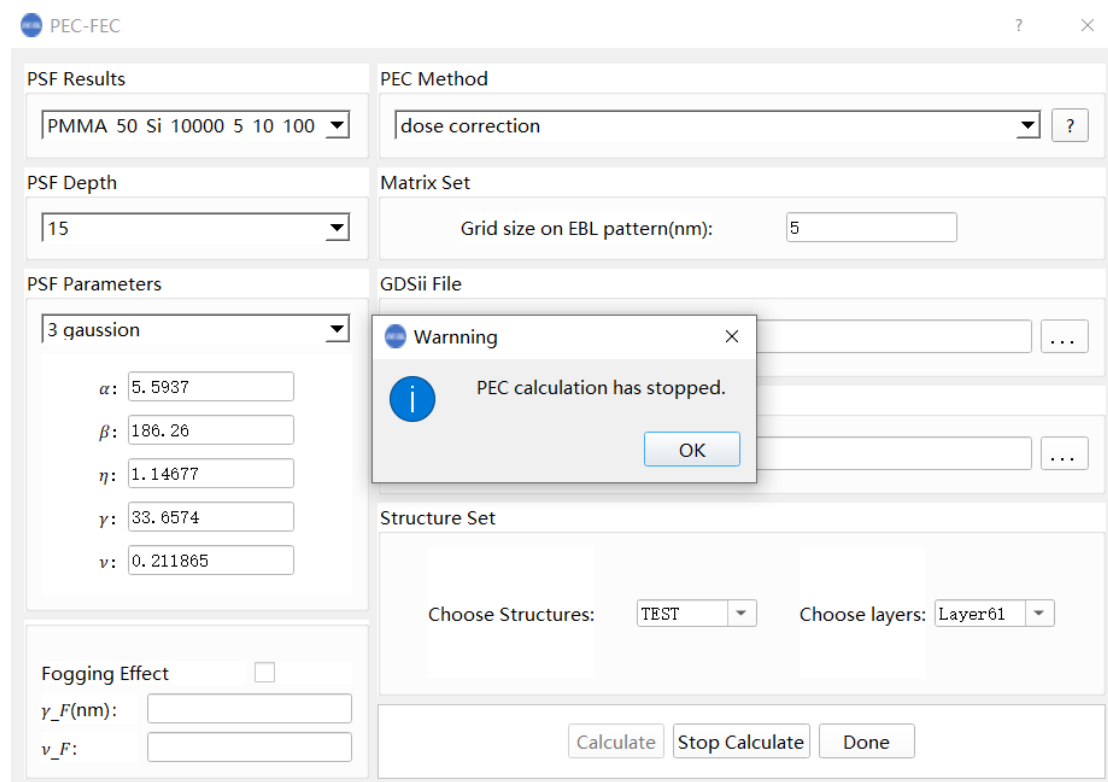

图 3.1.5 终止邻近效应校正计算界面
(12)点击“Stop Calculation”可中止当前计算（如图 3.1.5）。